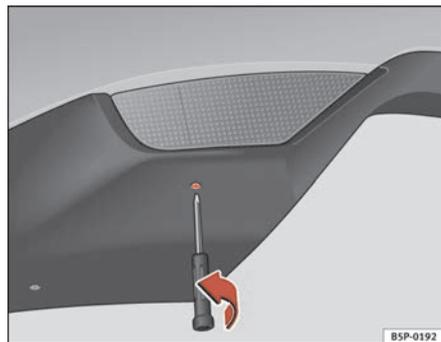

Fig. 194 Vue de dessous du pilote monté sur le pare-chocs
- Introduisez le tournevis cruciforme dans le trou de la partie inférieure du pilote et dévissez la vis dans le sens de la flèche. ⇒ fig. 194.